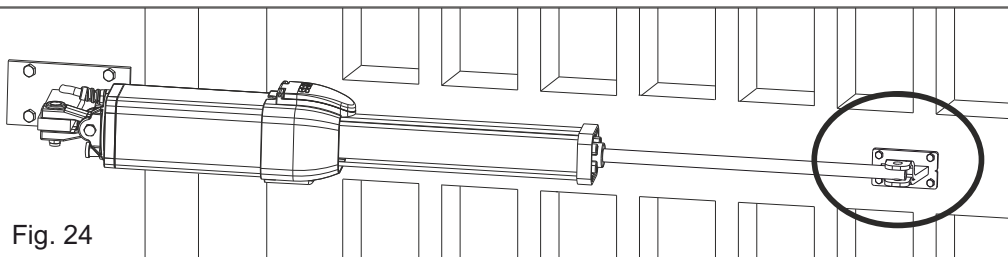

Fig. 24
- Placer la tige chromée de l'opérateur dans l'emplacement du support antérieur - Fig. 24 ou Fig. 26